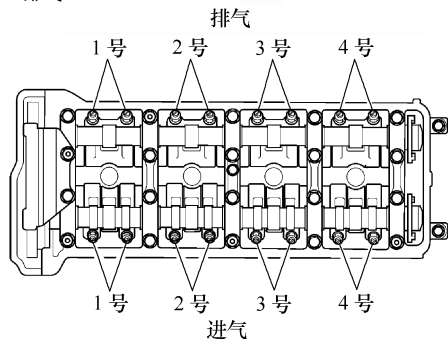

图 2-48 选择合适塞尺
3) 对于进行检查的气门, 选择厚度合适的塞尺, 见图 2-48。